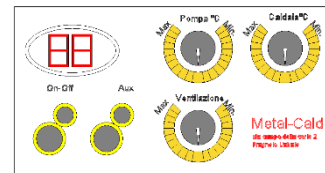

Fig. 3
h) Installare il blocco Bruciatore in modo tale che il lato **C** dello stesso sia posto in vicinanza della fig 3 (innesto parte **B** verso la parte **C**)
fig 3 parte C